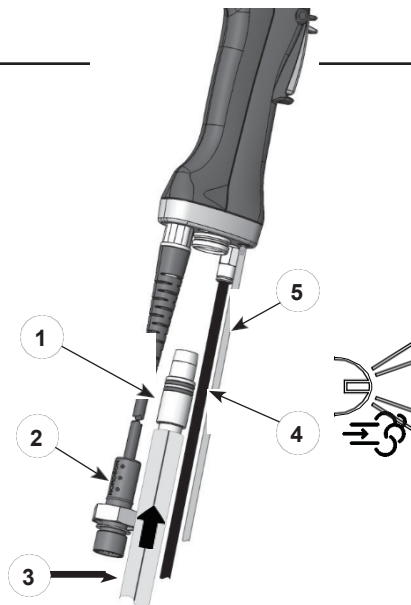

Figura 3 Conexiunile pistolului de pulverizare
1. A se vedea figura 3. Conectați tubul de aer negru de 6 mm (4) la racordul de deconectare rapidă din mânerul pistolului de pulverizare.
2. Conectați tubul transparent de 4 mm pentru spălarea cu aer a electrodului (5) la racordul cu spini din pistol mâner.
3. Conectați furtunul de pulbere (3) la adaptorul de furtun (1) cu săgeata de pe furtunul de pulbere furtunul îndreptat spre adaptor. Apoi, conectați adaptorul pentru furtun în mâner.